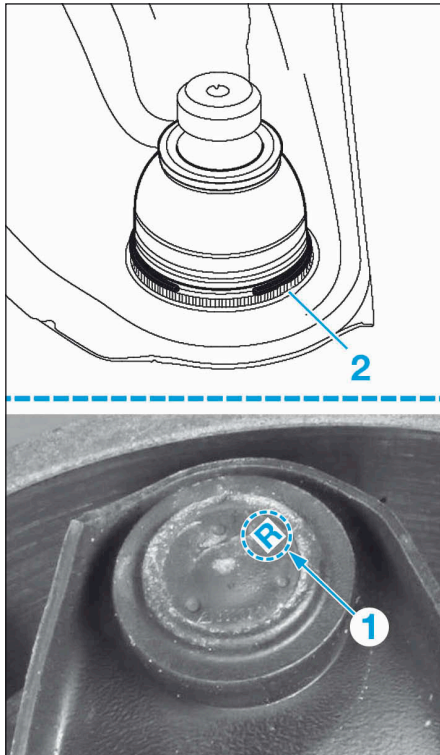

FIG.14
Pour cela, une lettre «R» (1) est gravée sur les rotules de rechange et un circlip (2) est montée pour les maintenir sur les bras inférieurs (Fig.14).